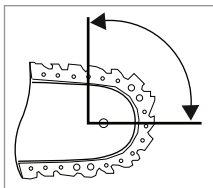

Fig. 1
- Um contacto com a ponta da calha pode, em alguns casos, causar uma reação inesperada para trás, sendo a espada 35 projetada para cima e no sentido do operador (ver fig. 1).